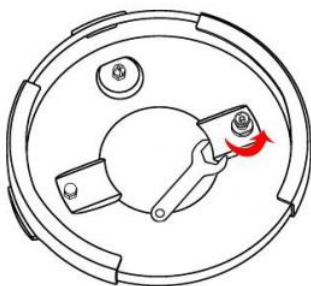
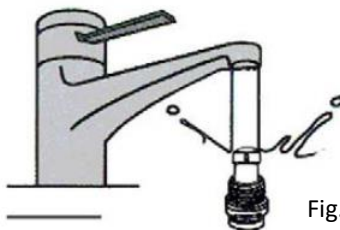

Fig.15
Fig.16
- ✘ **Válvula de segurança antiabertura:** Mudar a válvula de segurança no sentido anti-horário com chave inglesa e, em seguida, desmontá-la (Fig. 15). Em seguida, lave-o limpando como Fig. 16.